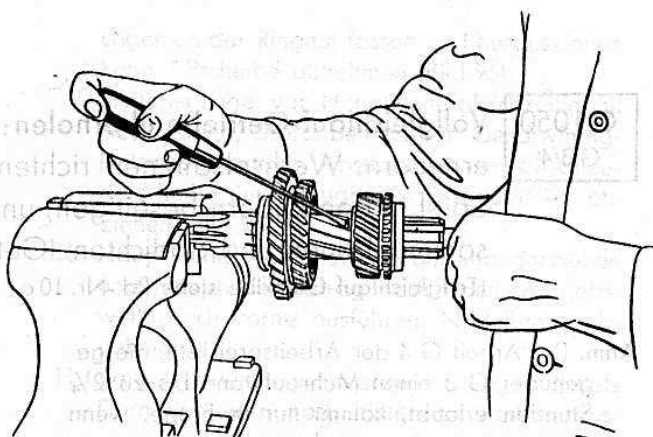

Bild 90
7. Nasenkeil (b) von hinten nach vorn schieben (Bild 90).